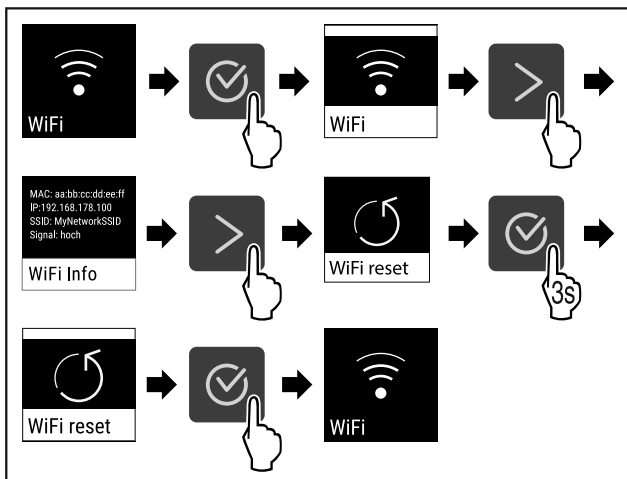

Fig. 87
- ▶ Eseguire i passaggi (vedere Fig. 87).